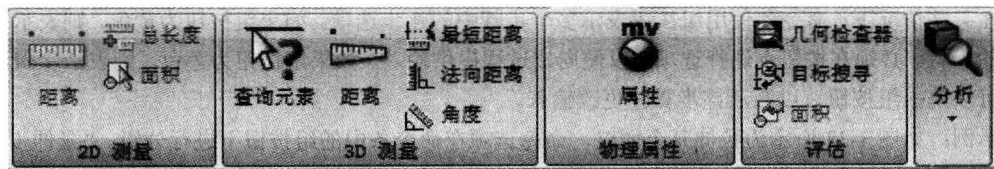

图 1-28 “检查”菜单
(5) “检查”菜单。“检查”菜单如图 1-28 所示, 包括 2D 测量、3D 测量、物理属性、评估和分析等命令。